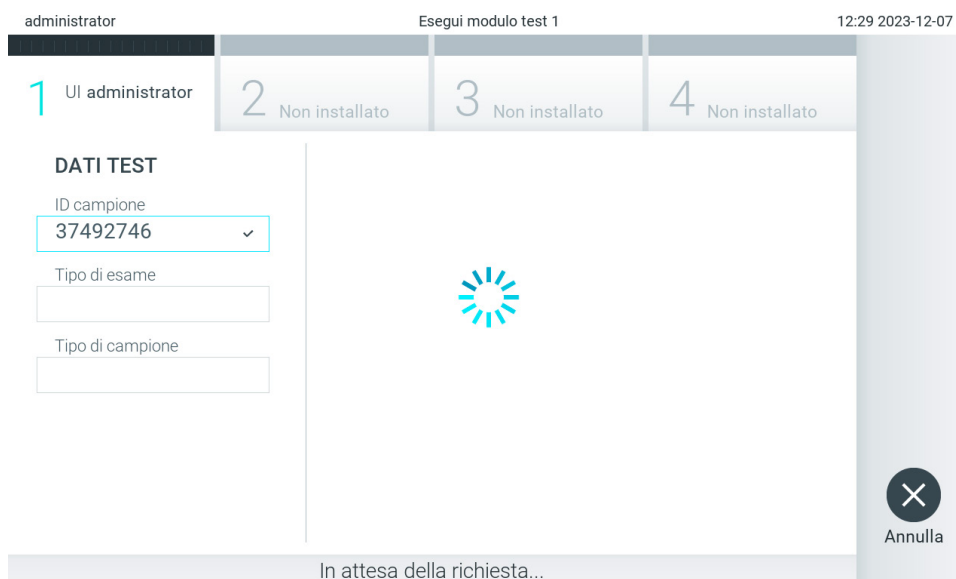

Figura 86. Visualizzazione durante il recupero della richiesta test.
3. L'ID del campione viene inviato all'host e mentre il QIAstat-Dx Analyzer 2.0 attende la richiesta di test, viene visualizzato il messaggio "Getting order..." (In attesa della richiesta...), (Figura 86).